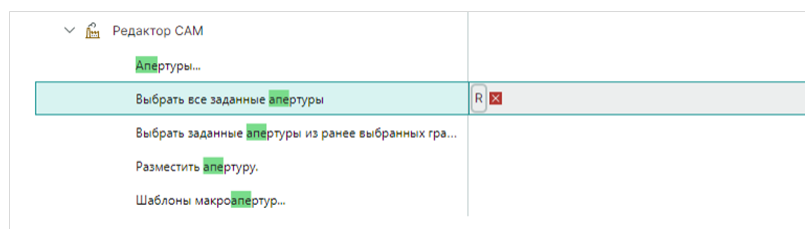

Рис. 75 Отображение заданной комбинации клавиш
4. Быстрая клавиша будет задана, см. Рис. 75.